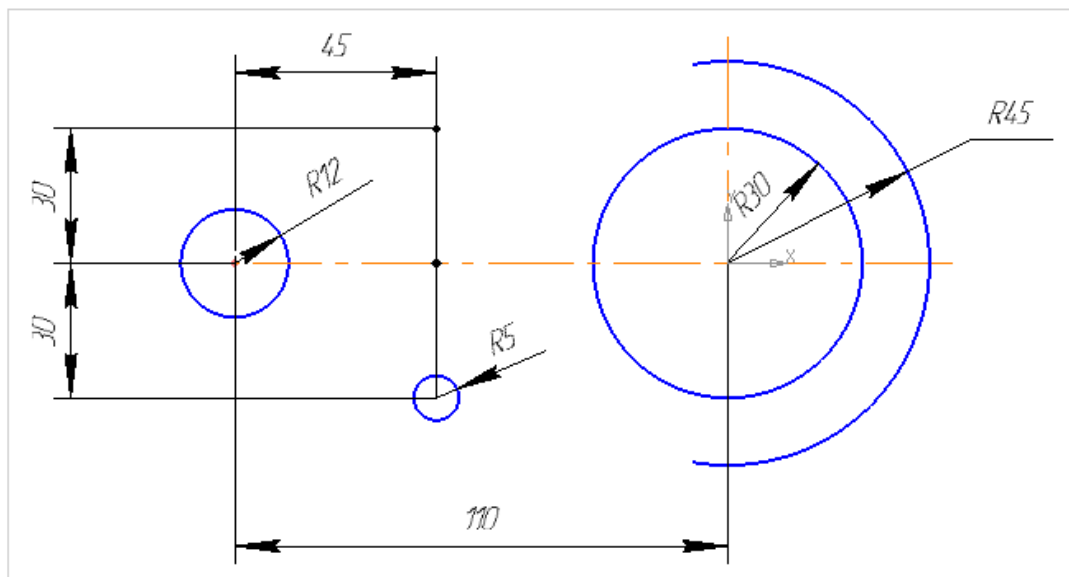

Рис. 4.7
6. Будуємо дугу радіусом 45мм та позначаємо її радіальний діаметр (рис. 4.7).